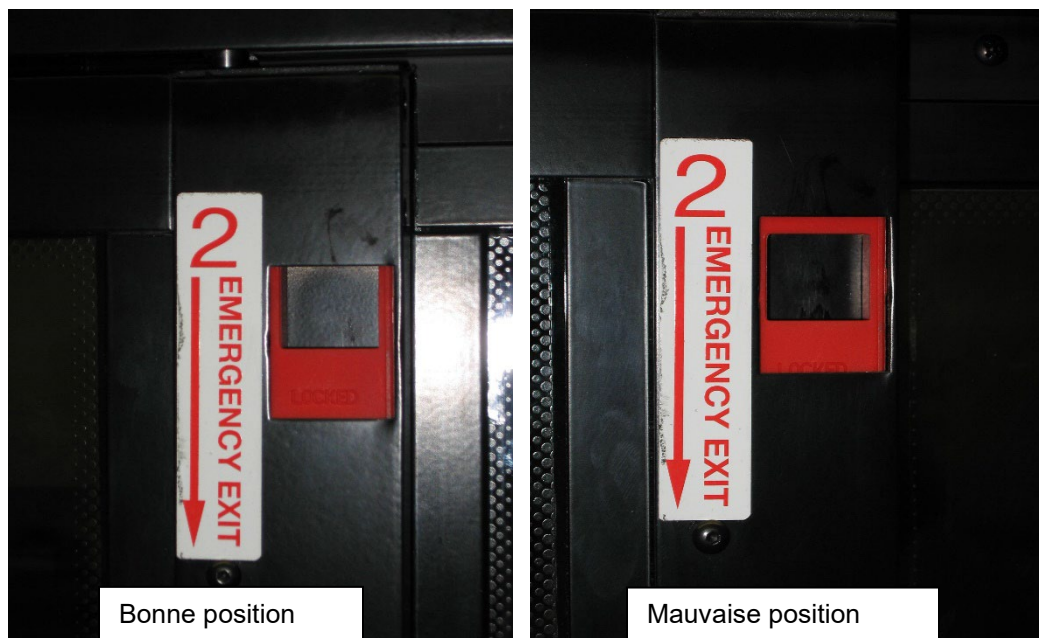

FIGURE 51 : POSITION CORRECTE DU LOQUET DE BLOCAGE
- S'assurer que les deux loquets sont en position fermée (verrouillée). Le bord supérieur de l'ouverture du loquet et le bord supérieur de l'ouverture du châssis doivent être alignés (Figure 51).